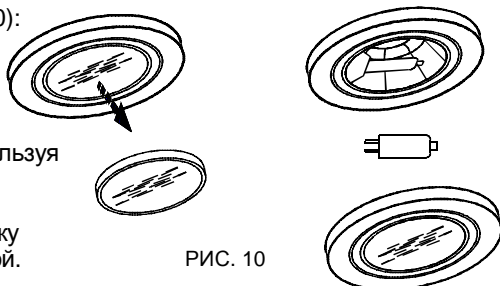

РИС. 10
8.6.2 Замена галогенной лампы (рис. 10):